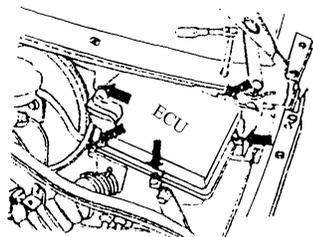

图 1.6 拆下 ECU
⑧ 拆下发动机控制单元 (ECU), 拔掉 ECU 线束插头,如图 1.6 所示。